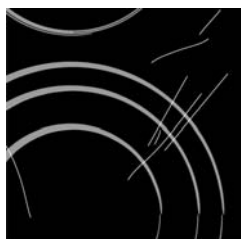
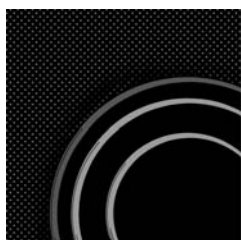
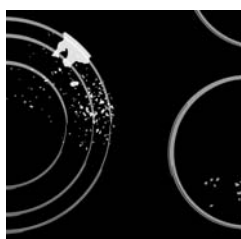

рис. 1
рис. 2
рис. 3
**Каждый раз перед использованием** сотрите пыль со стеклокерамической поверхности и дна посуды, уберите возможные инородные предметы, которые могут повредить стеклокерамическую поверхность (рис. 1).
**Внимание:** металлические губки, абразивные чистящие средства царапают стеклокерамическую поверхность. Также нельзя использовать для очистки стеклокерамики агрессивные чистящие спреи и не предназначенные для стеклокерамики жидкие очистители (рис. 1 и рис.2).
**Нанесенные обозначения** могут стираться вследствие использования агрессивных и грубых чистящих средств, а также посуды с повреждениями дна (рис.2)
**Небольшие загрязнения** можно устранить мягкой увлажненной тканью. Затем протрите чистую поверхность насухо (рис. 3).
**Пятна от воды** можно удалить с помощью слабого раствора уксуса. Этим раствором нельзя протирать рамку аппарата (в некоторых моделях), т.к. она потеряет блеск. Нельзя использовать агрессивные чистящие средства и очистители, содержащие известь (рис. 3).
**Обязательно тщательно протирайте поверхность, т.к. в противном случае остатки чистящих средств во время нагрева конфорок могут повредить стеклокерамическую поверхность** (рис. 3).
Дверцу духовки полностью откройте и откиньте съемные язычки до конца назад (рисунок 1). Затем медленно закрывайте дверцу, чтобы язычки наскочили на отверстия. Приблизительно при 15° (относительно закрытой дверцы) дверцу немного поднимите и извлеките из обоих отверстий шарниров на корпусе аппарата (рисунок 2). Установку произведите в обратном порядке. Дверцу вставьте под углом 15° в отверстия шарниров на передней стенке аппарата и подтолкните их вперед и вниз, чтобы шарниры вскочили в отверстия (рисунок 3). Проверьте, правильно ли шарниры "сели" в отверстия.